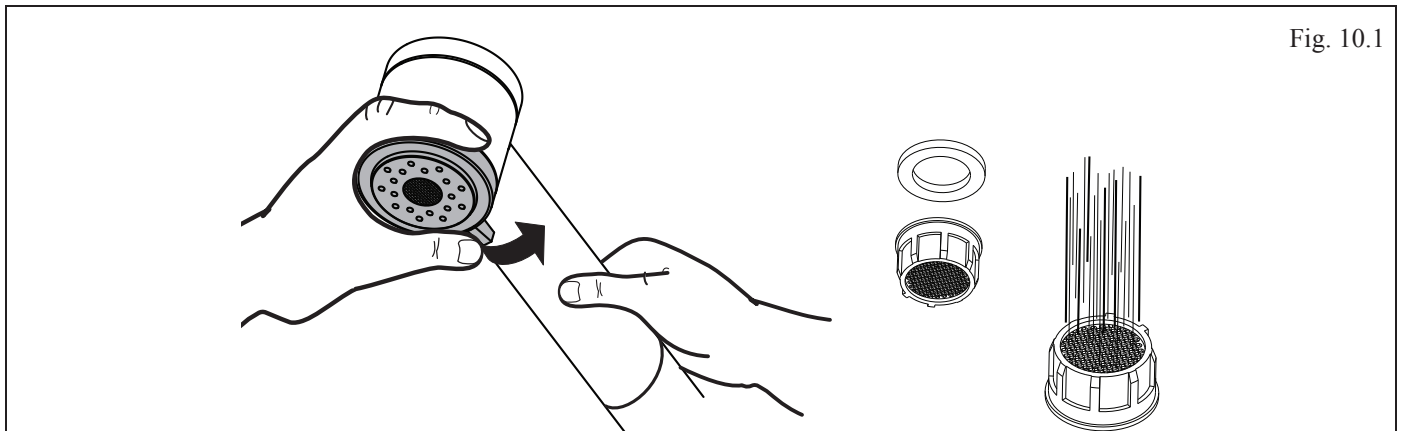

Fig. 10.1
- Dévisser l'aérateur et le rincer (fig. 10.1).
- Unscrew the aerator and rinse it (fig. 10.1).